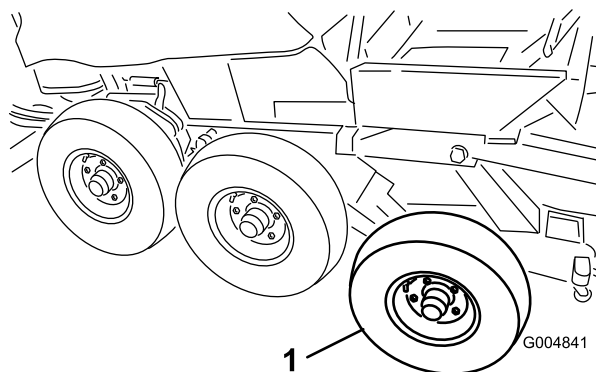

図 52
20. 冬用アセンブリから中央と前のタイヤを外す 図 52。